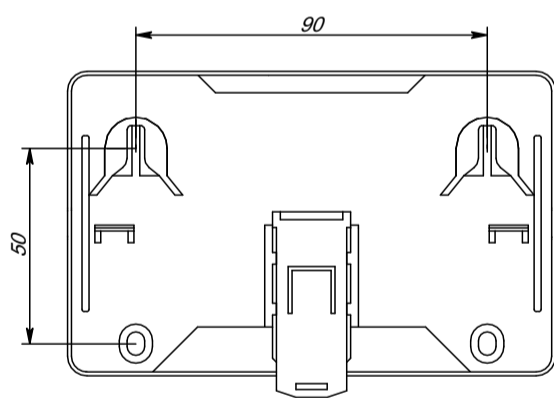

Рисунок 2
- б) при установке на стену (см. рисунок 2) разместить и просверлить в месте установки УОО-ТЛ два отверстия под шуруп Ø 4. Установочные размеры приведены на рисунке 2. Установить основание УОО-ТЛ на два шурупа.